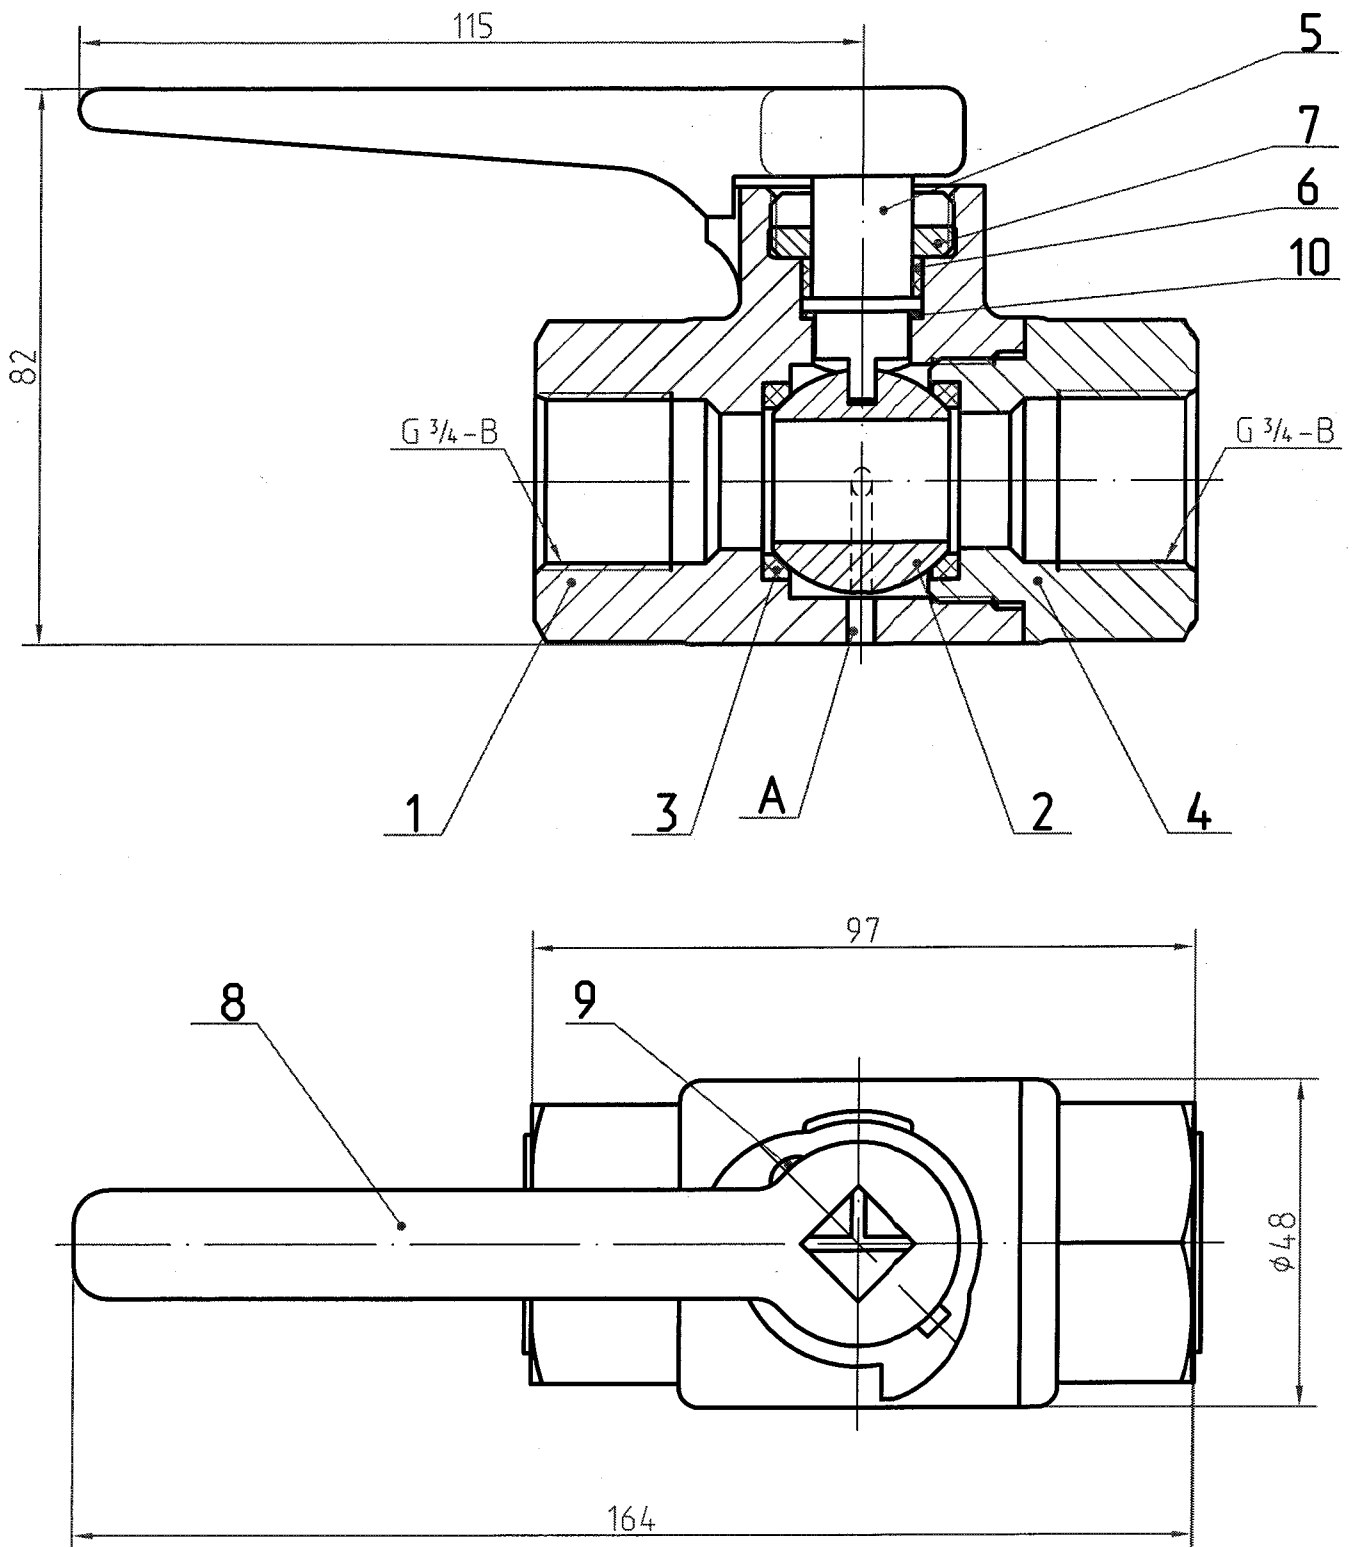

Рисунок 1
1.3.1 Кран состоит из следующих основных деталей (см. рисунок 1): 1 - корпус, 2 - шаровая заслонка, 3 - уплотнительные кольца, 4 - штуцер, 5 - шпindel, 6 - втулка, 7 - гайка, 8 - ручка, 9- заклепка, 10- прокладка, А - атмосферное отверстие. Размеры даны для справок, конструкция крана может изменяться вследствие технического развития.